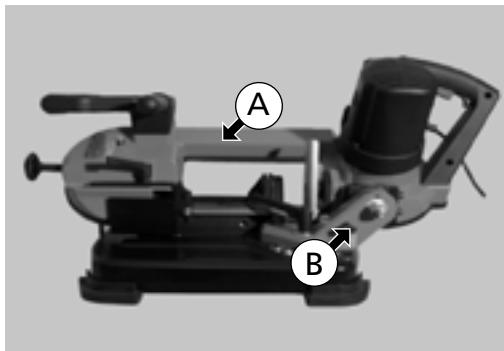

Fig. 2
Pour les besoins du transport, la tête de coupe (A) a été fixée en position basse au moyen d'un boulon de fixation (B) - (fig. 2).
Éléments des fig. 2 à 4